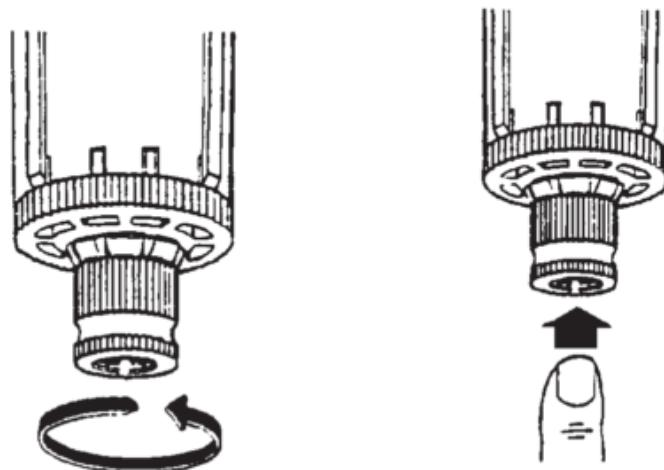

Abb. 5: Ablassen Kondenswasser aus Filter/Druckregler
- ◆ Lassen Sie das Kondenswasser aus dem Filter/Druckregler (Abb. 5:). Dabei muss der Tank unter Druck stehen.
- ◆ Lassen Sie das Kondenswasser aus dem Filter/Druckregler (Abb. 5:).
- ◆ Lassen Sie das Kondenswasser aus dem Filterdruckminderer (Abb. 5:).